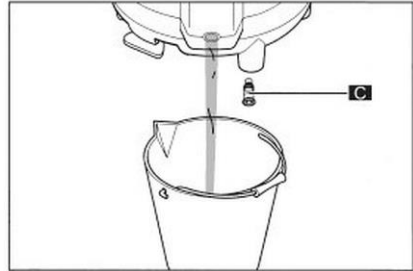

Fig. 45
6. Dévisser la vis de vidange (C) du réservoir d'eau à l'aide d'une pièce de monnaie ou d'une clé Allen.
7. Tirer la vis de vidange (C) et attendre que l'eau s'écoule complètement du réservoir d'eau (fig. 45).